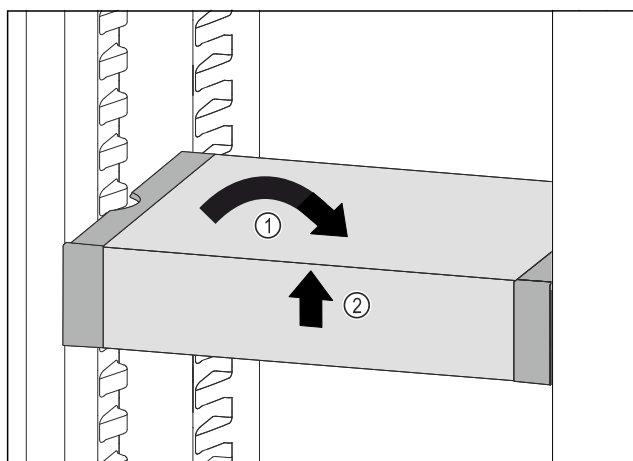

Fig. 214
- Установите VarioSafe прямо. Fig. 214 (1)
- Приподнимите VarioSafe спереди. Fig. 214 (2)